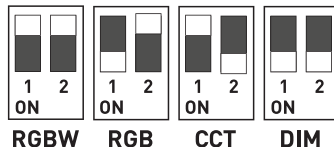

Рисунок 2. Выбор режима работы контроллера
- 3.4. Установите частоту режима работы с помощью DIP-переключателей на корпусе устройства (рисунок 2).